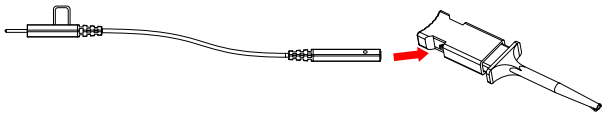

图 2
- ◆ 方法二：在方法一的基础上，将输入端引线 with 探头测试夹进行连接，然后通过测试夹内的金属钩连接被测信号节点，如图 2 所示。